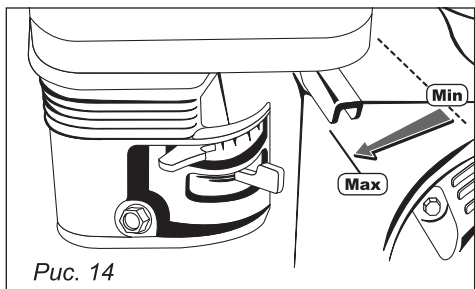

Рис. 14
1. Убедитесь, что рычаги управления приводом и шнеком в исходном положении. Передвиньте рычаг управления дроссельной заслонкой в среднее положение (рис. 14).